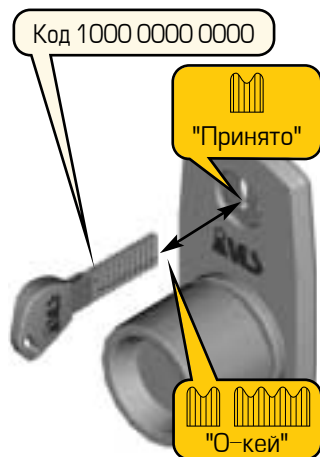

Рисунок 26 –
2. Для программирования рабочего кода №1 наберите на ключе код 1000 0000 0000 (рис. 26).